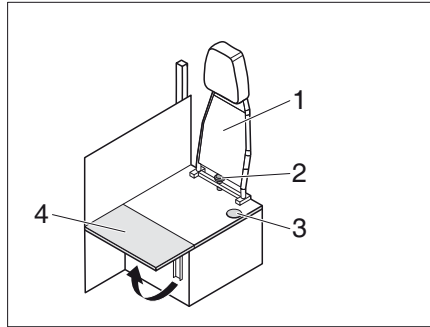

Bild 214 Ombyggnad körning - boende
- Skruva ur stjärnskruven (Bild 214,2) och ta av ryggstödet (Bild 214,1) uppåt.
- Fäll upp sittbänksförlängningen (Bild 214,4).
- ▷ Omvänd ordningsföljd gäller vid ombyggnad från boende till körning. Var noga med att säkerhetsbältet dras genom öppningen (Bild 214,3).